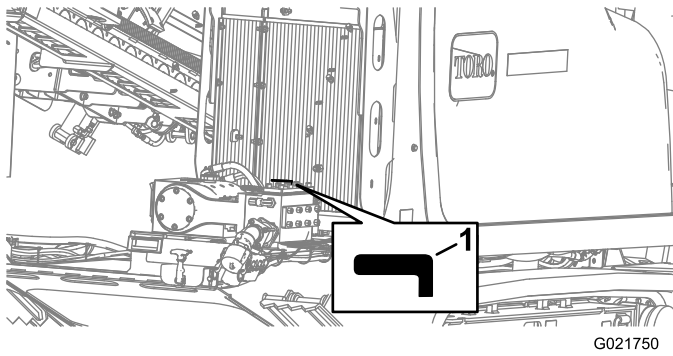

Bild 118
4. Drehen Sie das Bohrflüssigkeitsventil nach rechts in die AUS-Stellung (Bild 118).